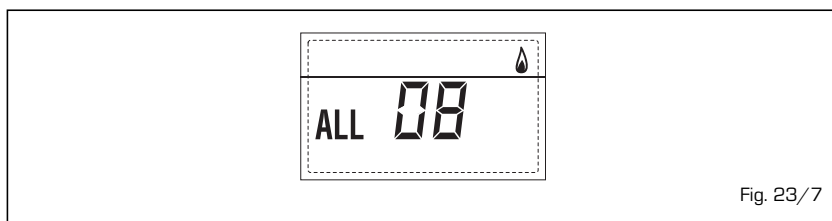

Fig. 23/7
- **ANOMALIA CIRCOLAZIONE ACQUA "ALL 09" (fig. 23/8)**